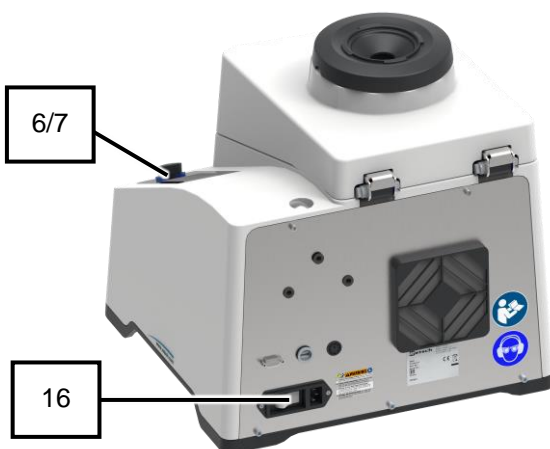

Abb. 18: Hauptschalter Geräterückseite
- ➔ Touchdisplay (6) wird aktiviert und der Hintergrund des Steerrades (7) leuchtet kurz blau.
2.  auf dem Touchdisplay (6) drücken, um die Gerätehaube (2) zu entriegeln (*Abb. 18*).
3. Gerätehaube (2) öffnen.
- ➔ Gerätehaube (2) ist geöffnet und der Innenraum (10) zugänglich (**Abb. 18**).